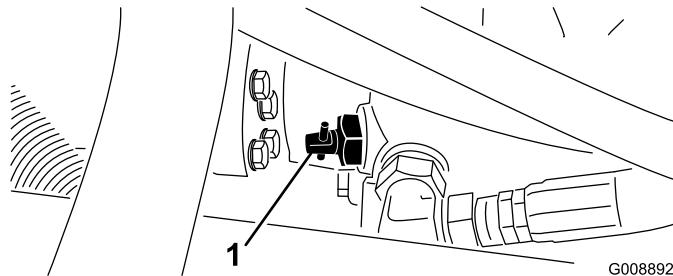

Figure 27
- Trouvez la vanne de dérivation sur la pompe (Figure 27) et tournez-la de 90°.